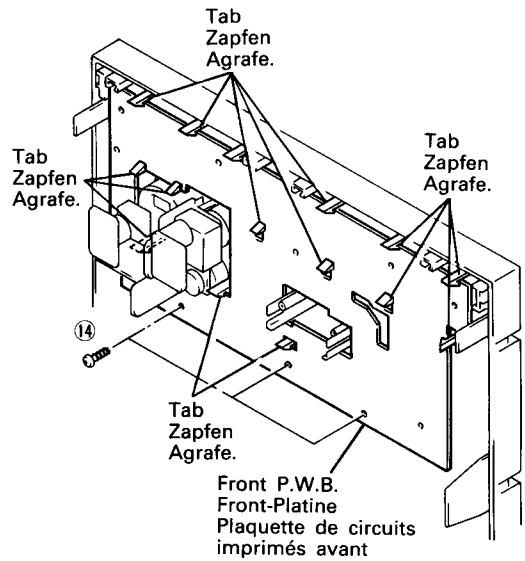

Fig. 9 Abb. 9
10. Front-Platine (Abb. 9)
10. Plaquette de circuits imprimés avant (Fig. 9)